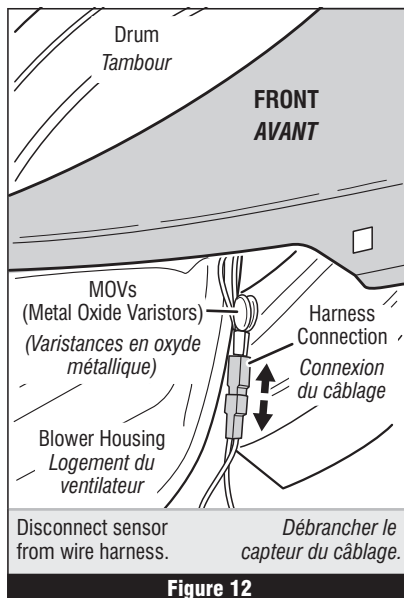

Figure 12
4. Access the moisture sensor wires by removing the toe panel. See Removing the Toe Panel, page 13. Disconnect the sensor wires from the harness. See figure 12.
6. Access the moisture sensor by removing the toe panel. See Removing the Toe Panel, page 13. Disconnect the sensor from the wire harness. See figure 12.
4. Accéder au câble du capteur d'humidité : ôter d'abord le panneau de plinthe. Voir Dépose du panneau de plinthe, page 13. Déconnecter du câblage les conducteurs du capteur. Voir figure 12.
6. Accéder au capteur d'humidité (enlever le panneau de plinthe). Voir Dépose du panneau de plinthe, page 13. Déconnecter le capteur du câblage. Voir figure 12.